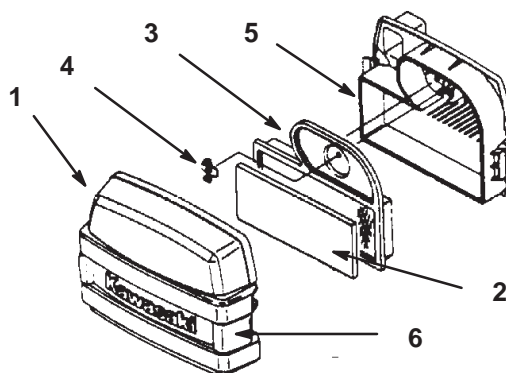

Figure 31
2. Nettoyez la surface autour du filtre à air pour éviter que des impuretés s'introduisent dans le moteur et l'endommagent. Dégagez les deux fixations latérales et déposez le couvercle du filtre à air (Fig. 31).
3. Sortez délicatement l'élément en mousse de l'élément en papier (Fig. 31).
4. Dévissez l'écrou à oreilles et retirez l'élément en papier (Fig. 31).
1. Glissez délicatement l'élément en mousse dans l'élément en papier (Fig. 31).
2. Installez l'ensemble filtre à air sur sa base et mettez l'écrou à oreilles (Fig. 31).
3. Reposez et verrouillez le couvercle du filtre à air (Fig. 31).